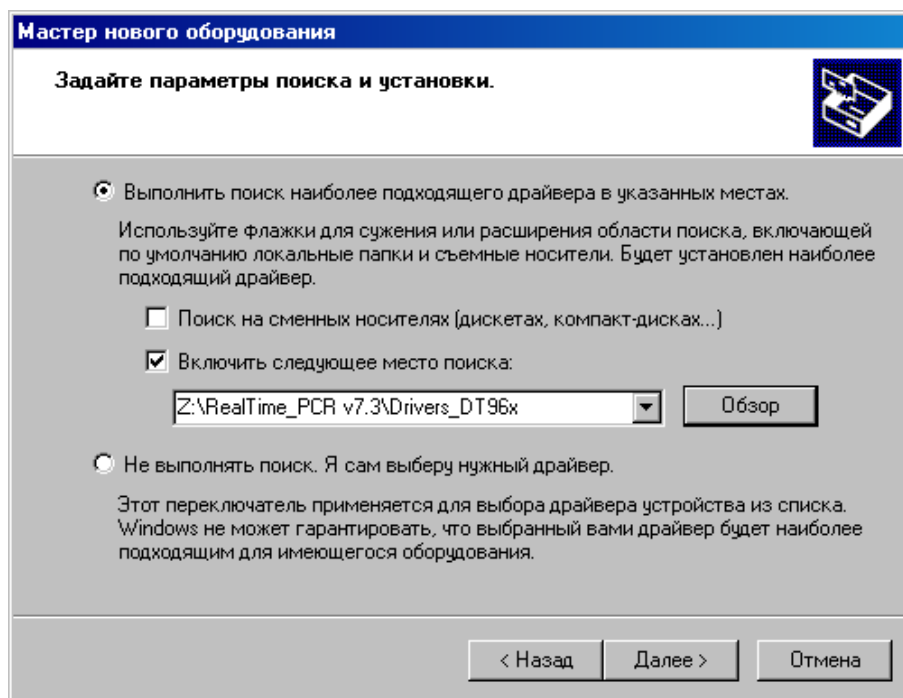

Рис.7. Поиск папки Drivers\_DT96x на компакт-диске
- В окне задания параметров поиска и установки (Рис.7) укажите путь к папке с драйвером для чего поставьте галочку в окошке **Включить следующее место поиска** и нажмите кнопку **Обзор**.
- Убедившись, что путь к папке с драйвером в окне (Рис.7) указан правильно, нажмите кнопку .